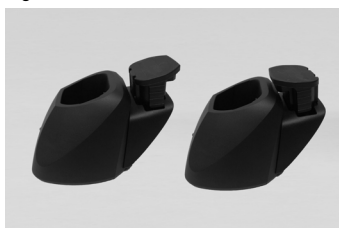

Fig. 25
1. Insérer la batterie comme illustré (fig. 25), avec les contacts vers le bas. L'insertion est possible dans les deux sens.